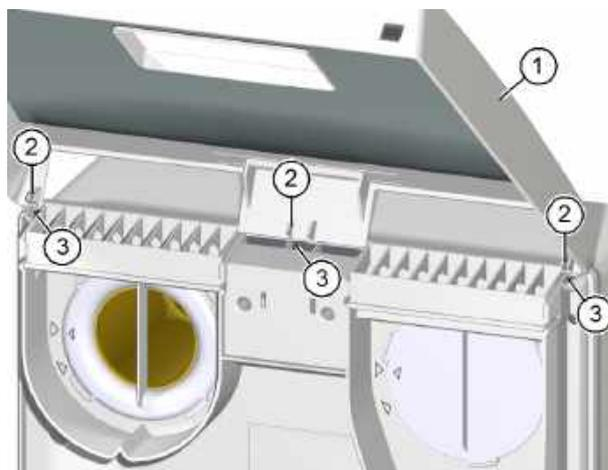

Fig. 20: Poser le couvercle sur l'appareil d'aération
- ▶ Saisissez des deux mains le couvercle (pos. 1 dans Fig. 20) de l'appareil d'aération et inclinez le bord supérieur du couvercle dans la direction de l'appareil d'aération.
- ▶ Introduisez les ergots (pos. 2 dans Fig. 20) du couvercle dans les ouvertures (pos. 3 dans Fig. 20) sur la face supérieure de l'appareil d'aération.